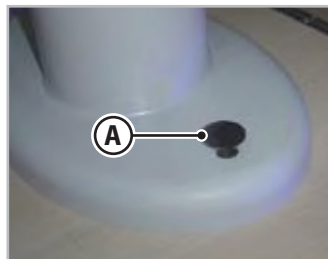

Fig.6.25 - Teleskopben
1. Tryk med din fod på knappen (A - Fig.6.25) placeret på bordets fod.